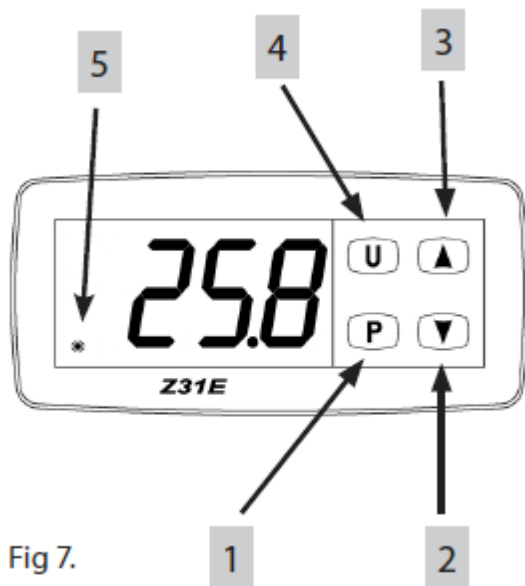

Fig 7.
Tryb opóźnienia czasowego jest sygnalizowany przez migający czerwony wskaźnik (5) na cyfrowym wyświetlaczu (patrz Fig. 7).